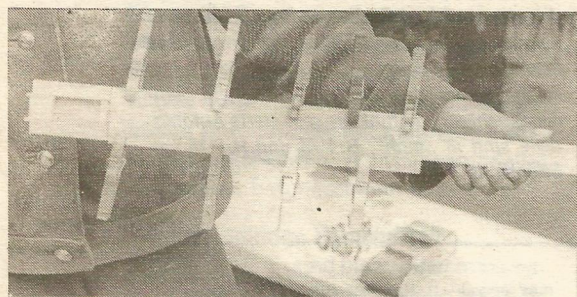

Bild 16
**Bild 16:** Um das Trimmen zu erleichtern und das Trimmgut ordentlich festlegen zu können, ist es sinnvoll, die linke Planke in der Mitte des vorderen Steges zu teilen